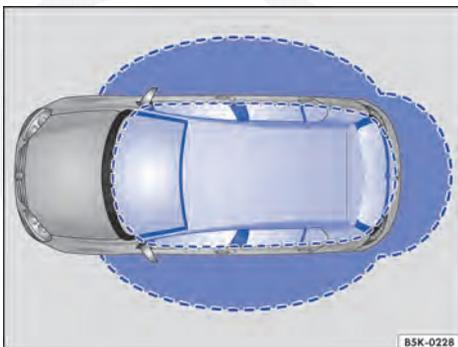

Fig. 29 Sistema de travamento e de partida Keyless Access sem chave: áreas de aproximação.
Keyless Access é um sistema de travamento e de partida sem chave, com o qual o veículo pode ser destravado e travado sem o uso efetivo da chave do veículo. Para isso, é necessário que apenas uma chave do veículo válida esteja na área de aproximação ⇒ Fig. 29 do veículo e que uma superfície dos sensores nas maçanetas das portas dianteiras ⇒ Fig. 30 seja tocada, ou o logo Volkswagen da tampa traseira ⇒ Página 58 seja acionado ⇒ ①.
Se houver uma chave do veículo válida numa área de aproximação ⇒ Fig. 29, o sistema de travamento e de partida Keyless Access sem chave atribui uma autorização de acesso a essa chave assim que a superfície do sensor da maçaneta da porta do condutor ou do passageiro dianteiro for tocada ou o logo Volkswagen da tampa traseira for tocado. Em seguida, são possíveis as seguintes funções sem o uso efetivo da chave do veículo:
Se o veículo estiver travado e uma chave do veículo válida se encontrar na área de aproximação ⇒ Fig. 29 na tampa traseira, esta será destravada automaticamente ao ser aberta.